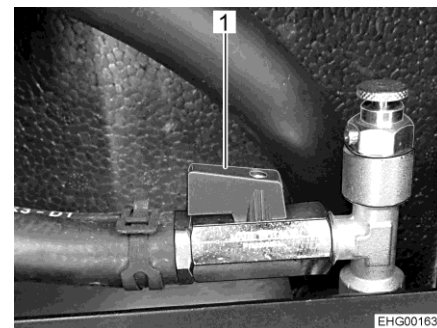

Bild 182 Kulventil (öppen)
- Ställ spaken (Bild 182,1) parallellt med rörledningen.